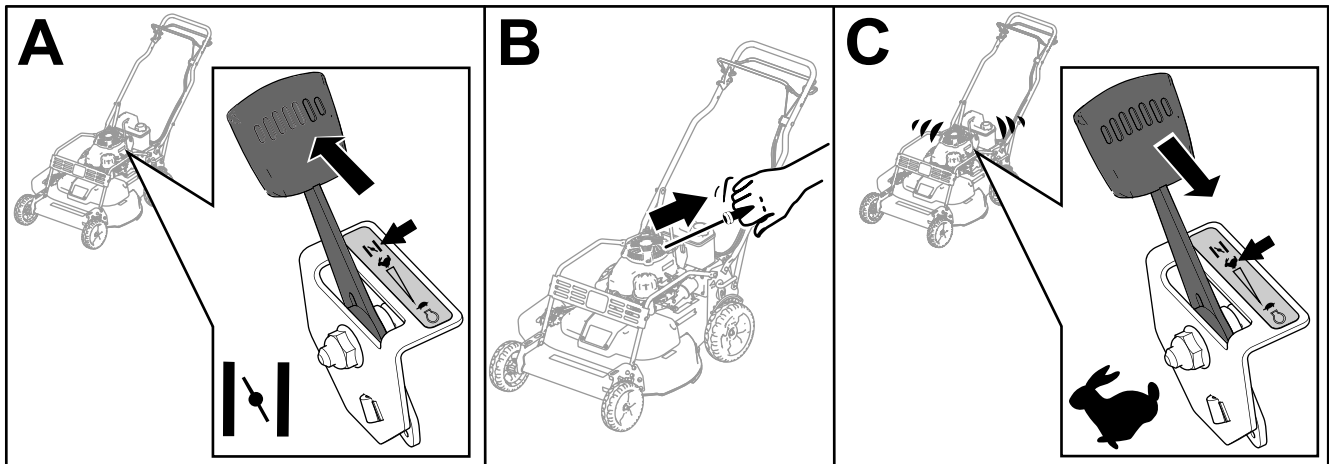

Figure 14
- Réglez la commande d'accélérateur en position STARTER (A de Figure 14).
- Tirez légèrement sur la poignée du lanceur jusqu'à ce que vous sentiez une résistance, puis tirez vigoureusement (B de Figure 14).
- Amenez la commande d'accélérateur en position HAUT RÉGIME quand le moteur démarre (C de Figure 14).